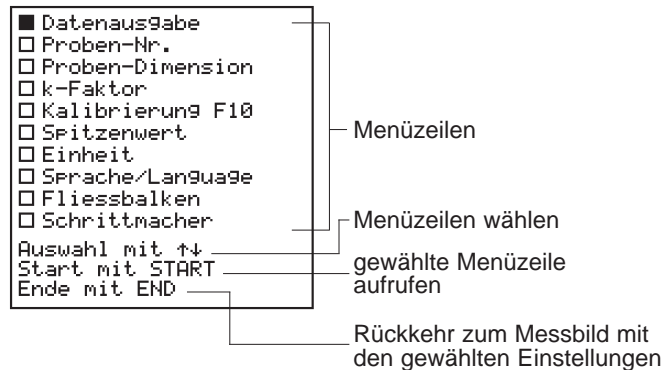

Fig. 4.1 Hauptmenü
*Mit der „**MENU**“-Taste gelangen Sie immer ins Hauptmenü zurück (siehe Fig. 4.1).*